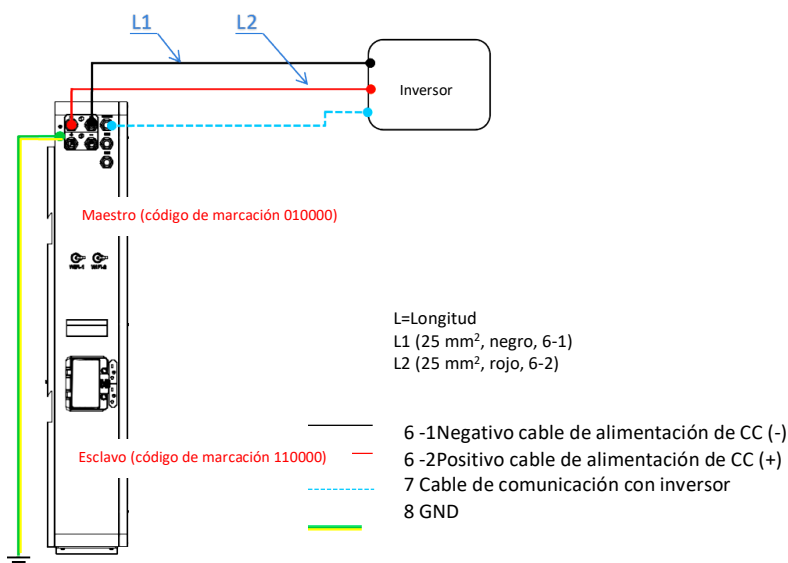

Fig. 4.1.1 Diagrama de conexión de cables del sistema de un juego individual (10 kWh, potencia de salida 5 kW)
Paso 2. Conecta el cable de ⑥ alimentación preinstalado y el cable de ⑦ comunicación al inversor, consulta la fig. 4.1.1 .